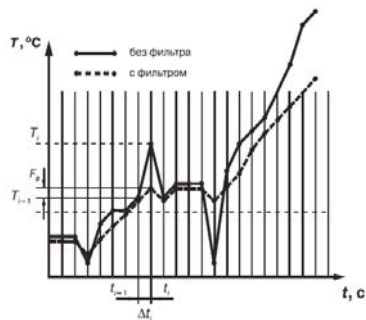

Рисунок 3.3
3.2.4.2 Во-первых, фильтр устраняет сильные единичные помехи (рисунок 3.3).
Если измеренное значение T_i отличается от предыдущего T_{i-1} на величину, большую, чем значение параметра F_B (заданная «полоса фильтра»), то прибор присваивает ему значение равное $(T_{i-1} + F_B)$ (рисунок 3.3). Таким образом характеристика сглаживается.